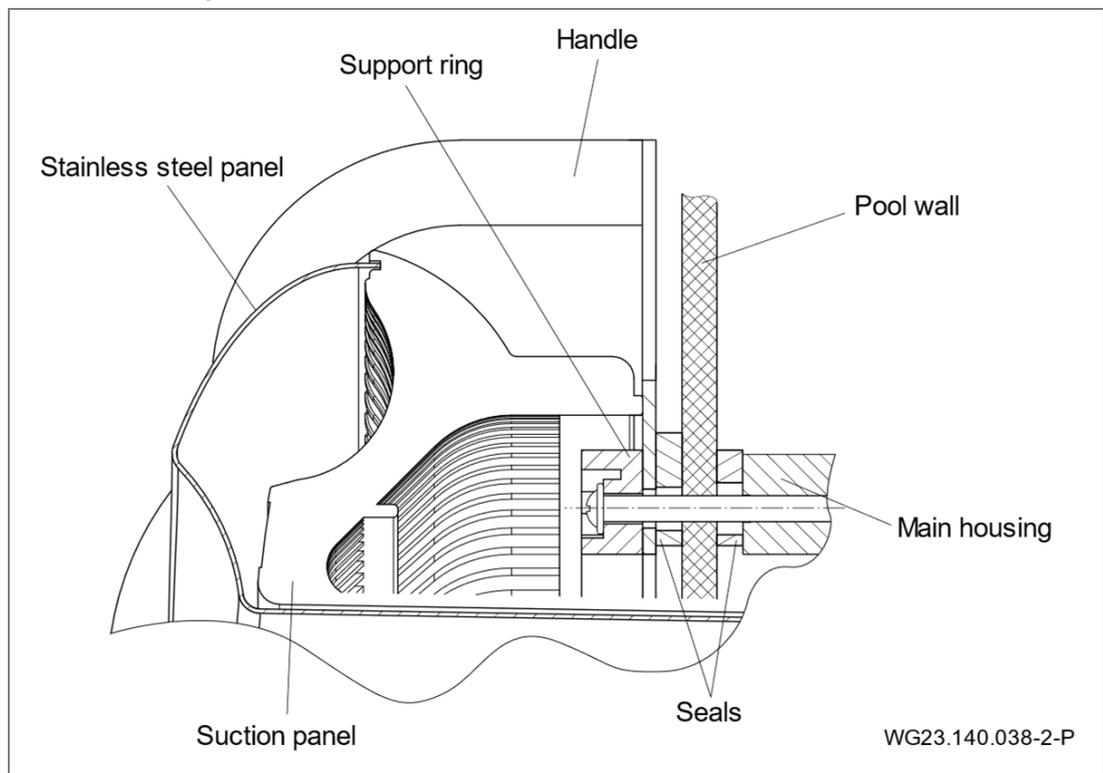
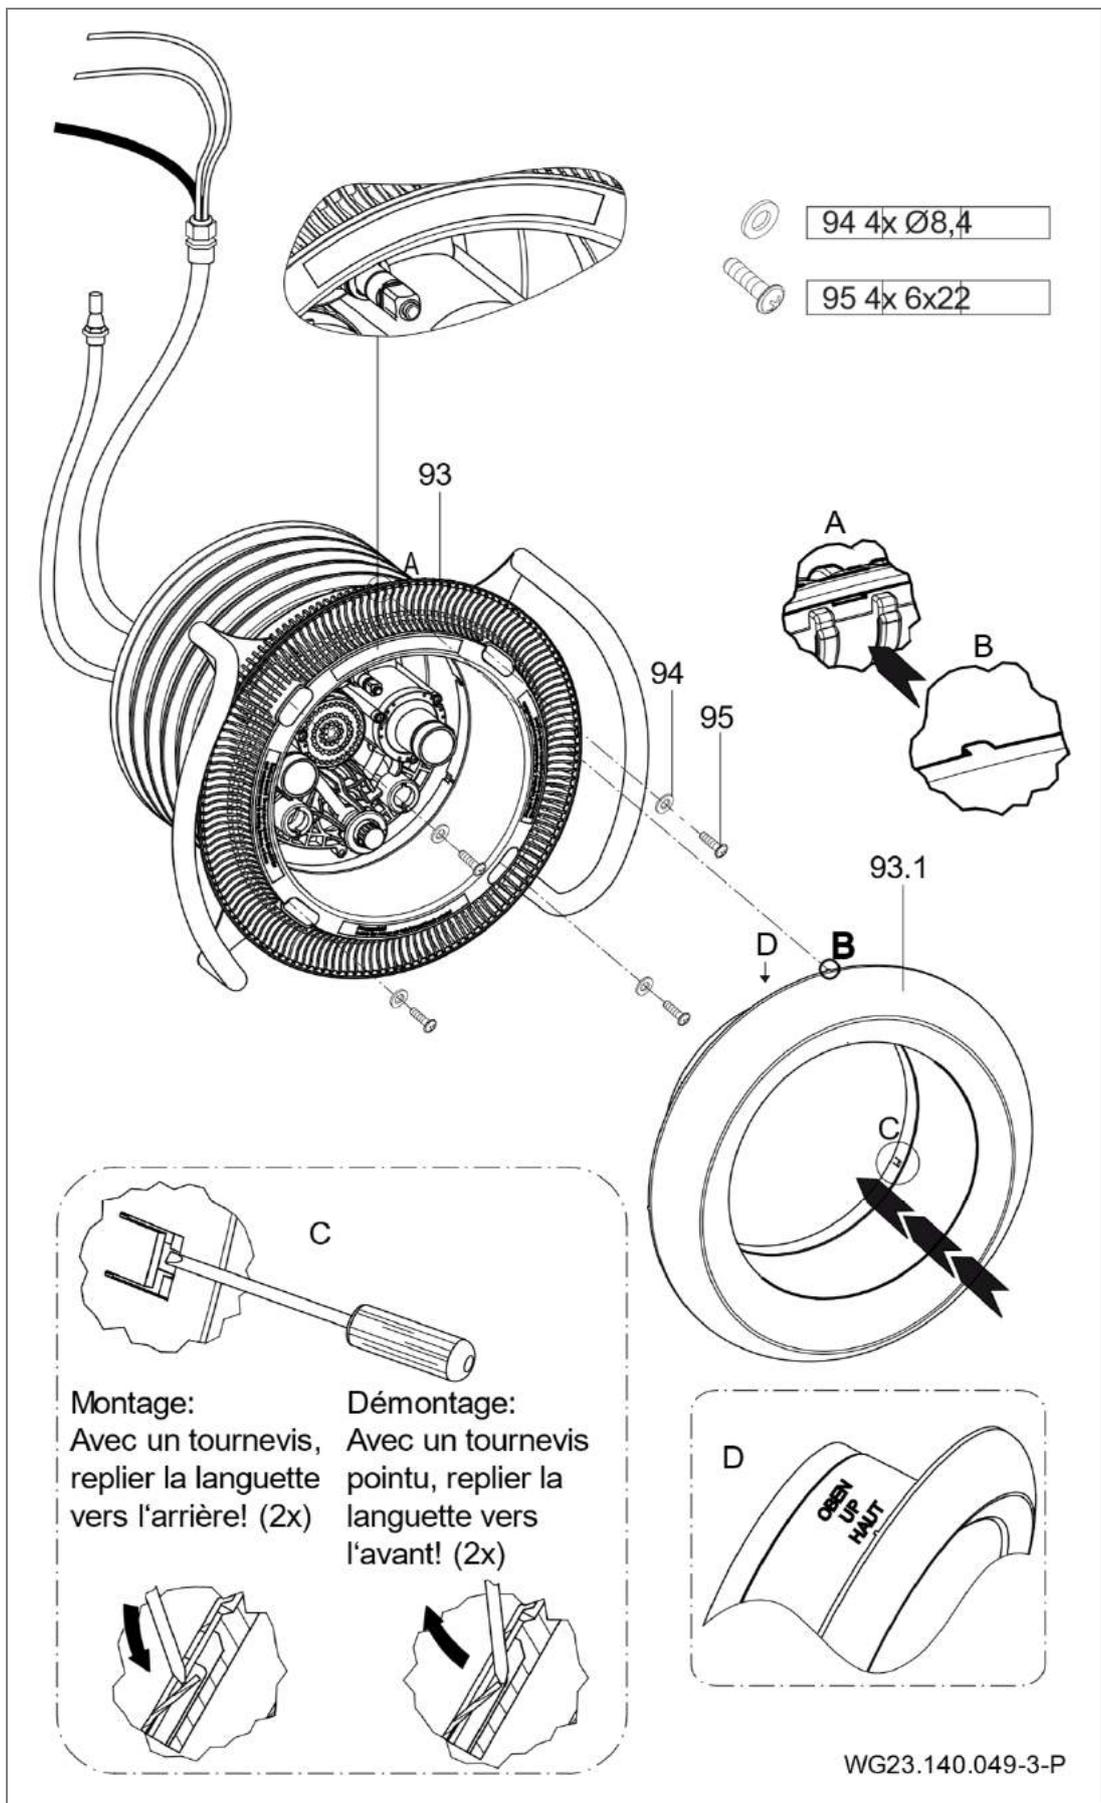

Fig. 11
Fig. 18
Primavera Deluxe : Enfoncer avec précaution les boutons-poussoirs piézo avec deux joints toriques montés dans le boîtier de boutons-poussoirs sur le boîtier de buses. Le cas échéant, utiliser de la vaseline. (Fig. 18)
9. Placer le carter d'aspiration (93) sur le collier de serrage (28) et le fixer avec quatre rondelles (94) et quatre vis auto taraudeuses (95) (Fig. 11). (Fig. 18)